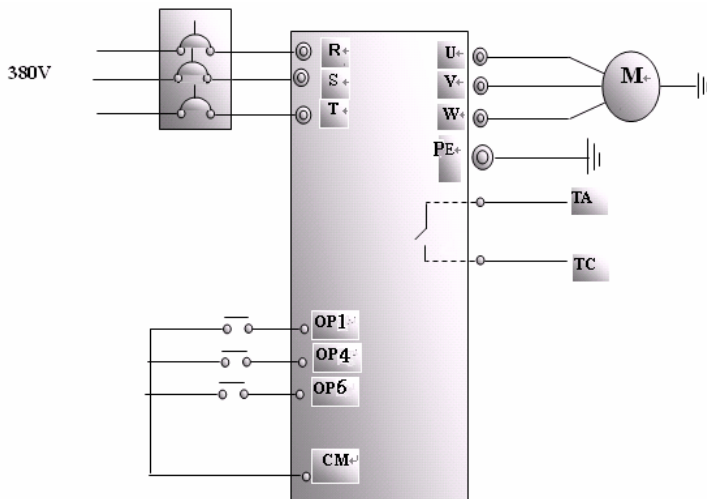

图 4-2 接线图 2
(1) 按图 4-2 配线，检查接线正确后，合上空气开关，变频器上电；